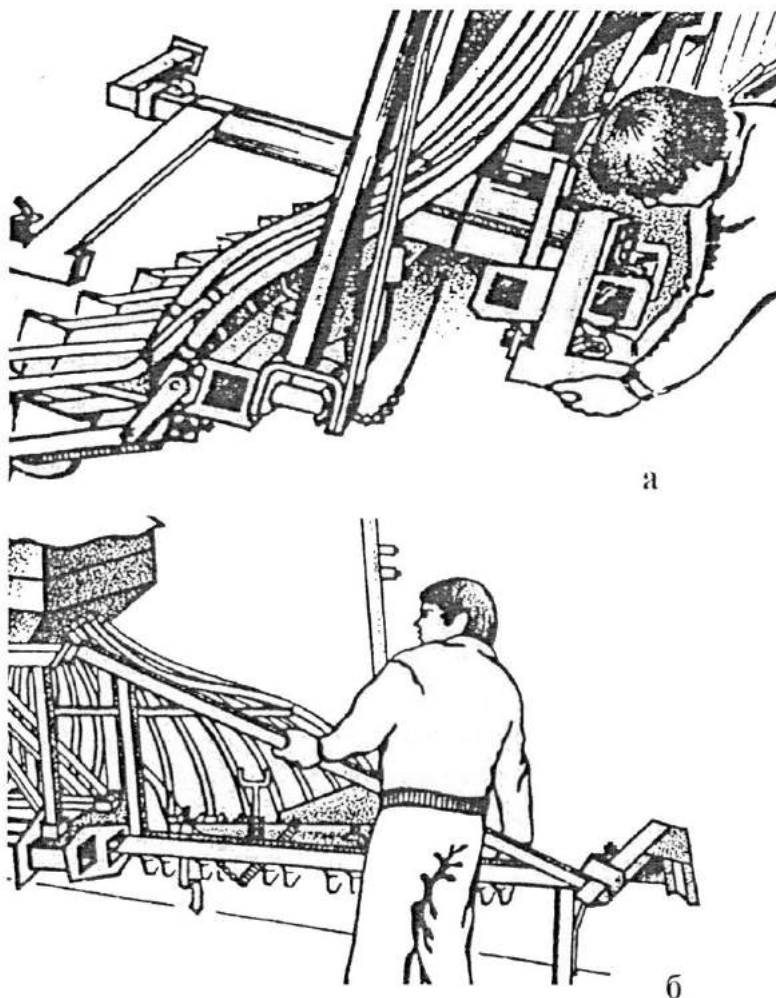

Рис. 11. Схема перевода сеялки СПУ-6 в рабочее положение:
4.3.2. Для сеялки СПУ – 6, транспортную раму повернуть на 90° и зафиксировать, отсоединить транспортную тягу ( **рис.11**). ( Для повышения продольной устойчивости трактора транспортная рама может быть снята во время работы ).